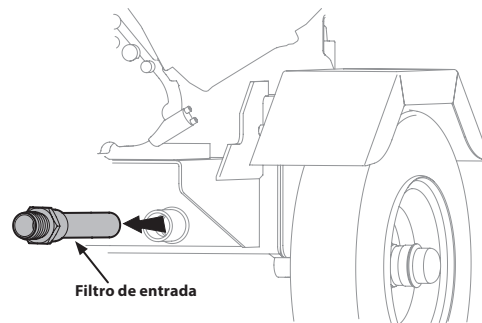

Figura 20
5. Con cuidado, un- enrosque el filtro de entrada y limpiarlo con aceite penetrante. Vea la Figura 20.